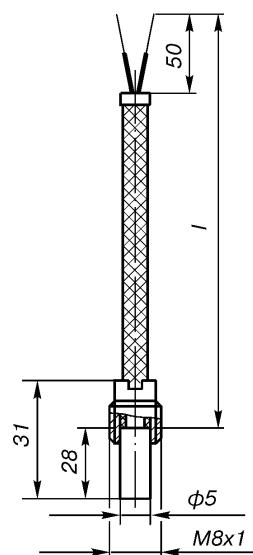

Рис.1.
- 01\* по рис.1\*\*
\*\* По рис.1 возможна поставка с традиционной "луцкой" головкой, код исполнения защитной арматуры 01Л.
**Количество чувствительных элементов:** 1 (для рис.3-7), 1 или 2 (для рис. 1, 2).
**Диапазон измеряемых температур:** -40...200°C (для рис.1, 2); -40...400°C (для рис.3, 4, 5, 6, 7).